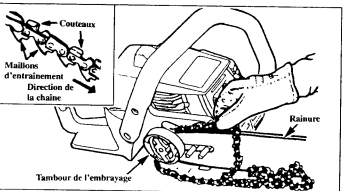

Figure 12
- Maintenez la chaînes avec les couteaux dans le sens indiqué sur la Figure 12 (encart).
- Placez la chaîne sur le tambour de l'embrayage et derrière celui-ci, puis sur le pignon. Figure 12.
- Commencez par le haut de la chaîne et placez les maillons dans la rainure de la barre de guidage. Figure 12.